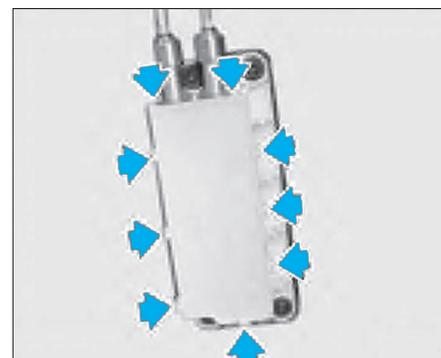

FIG. 14
• Ouvrir le boîtier du levier de commande (Fig.14).